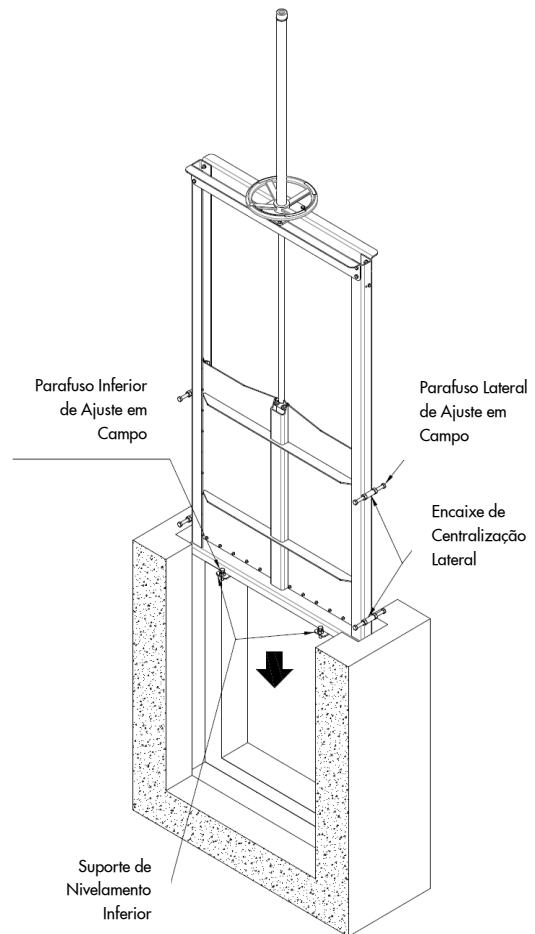

Figura 1
- Posicione e centralize a comporta de canal no espaço da parede, utilizando os parafusos de ajuste em campo, aparafusados nas "Conexões de Centralização Lateral" e nos "Suportes de Nivelamento Interior" (refira-se à Figura 1). As Comportas de Canal CC "pequenas" são fornecidas sem "Suportes de Nivelamento Inferior". Se este for o caso, siga a etapa 1B (página 4) antes de iniciar a "Etapa 2" para alinhar a comporta verticalmente.